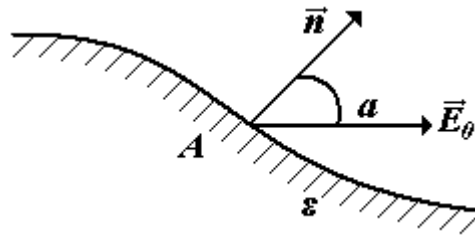

Рис. 1
9. Вблизи т. А (см. рис.1) границы стекло-воздух напряженность электрического поля в воздухе $E_0 = 10$ В/м, причем угол между вектором E_0 и нормалью \vec{n} к границе раздела $\alpha = 30^\circ$. Определите напряженность E поля в стекле вблизи т. А, а также поверхностную плотность поляризационных зарядов в этой точке. Диэлектрическая проницаемость стекла $\epsilon = 6$,